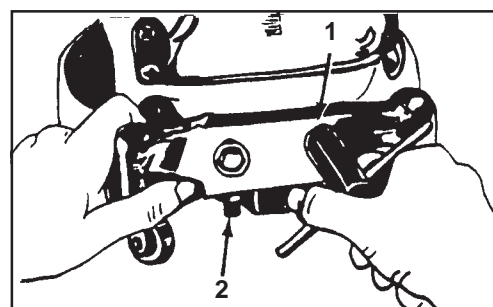

Abbildung 8
1. Verwenden Sie den Spezialschraubenschlüssel, lösen Sie die Sicherungsmutter auf jeder Rolle. Siehe (1) Abbildung 8.
2. Lösen Sie die Gegenmutter. Siehe (2) Abbildung 8.